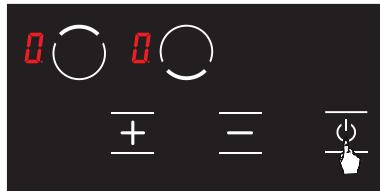

Abbildung 5
1. ⚡ durch Berühren der Taste kann der Herd eingeschaltet werden. (siehe Abb. 5)